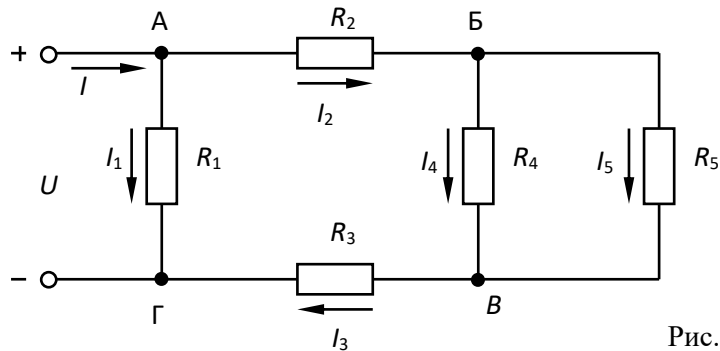

Рис. 1.4
Определить эквивалентное сопротивление цепи, схема которой представлена на рис. 1.4, если заданы значения сопротивлений резисторов:
7. Рассмотрим схему (рис. 1.4). Ток $I_{2,3,4,5}$ протекает через сопротивления R_2 и R_3 , поэтому ток $I_{2,3,4,5}$ равен току, протекающему через сопротивление R_2 , равен току, протекающему через сопротивление $R_{4,5}$ и равен току, протекающему через сопротивление R_3
12. Выполним проверку, применив I закон Кирхгофа. Рассмотрим узел А (рис. 1.4):
Рассмотрим узел Б (рис.1.4):